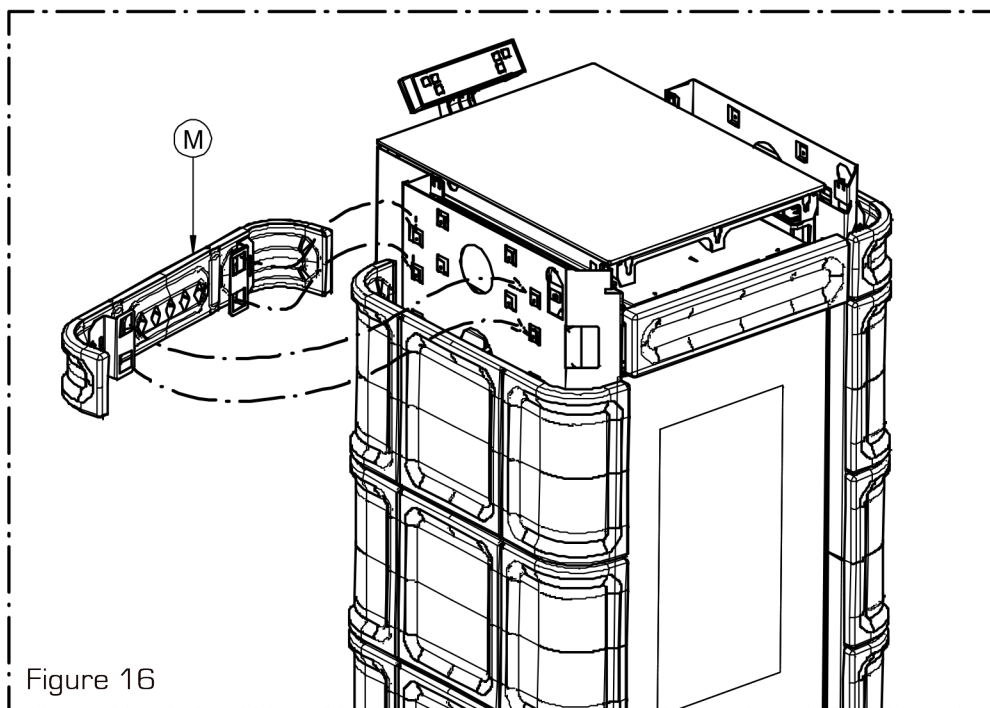

Figure 16
- Enclencher les céramiques latérales M (Figure 16)